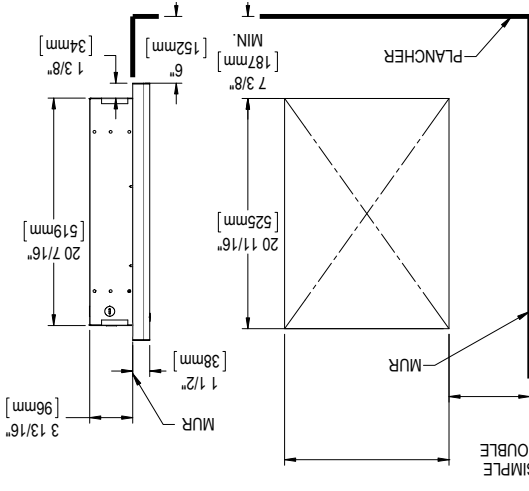

Figure 3: Ouverture
2. Les appareils triples doivent respecter une distance minimale de 12 pouces (305 mm) par rapport aux murs environnants et de 8 pouces (203 mm) par rapport au sol. Pour l'ouverture d'installation en retrait pour les unités triples, voir la figure 3.